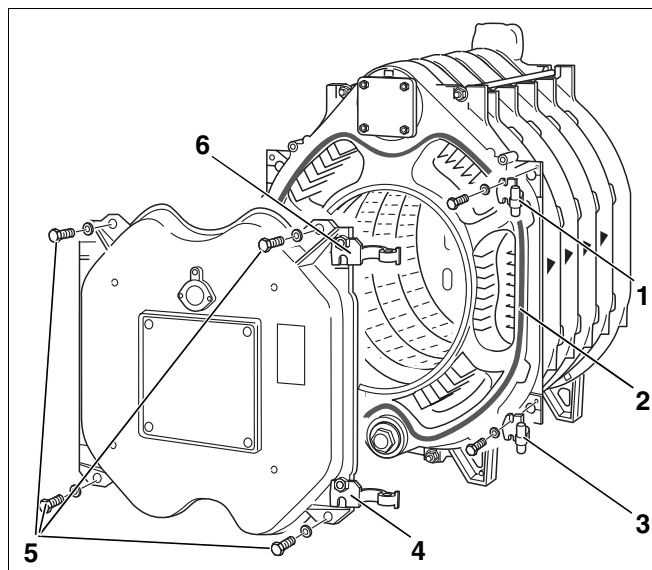

Fig. 26 Festing av brennerdøren
Fra fabrikken er de to hengseløynene (fig. 26, **pos. 4 og 6**) montert på høyre side av brennerdøren. Ved venstrehengsling skal hengseløynene monteres på samme måte på venstre side av brennerdøren
- Skru hengselhakene (fig. 26, **pos. 1 og 3**) fast til forelementet ved hjelp av 2 maskinskruer M 12 x 50 hver. Fig. 26 viser dette ved høyrehengsling. Ved venstrehengsling skal hengselhakene skrues på på samme måte på venstre side.
- Lim GP-snoren Ø 18 mm inn i forelementet med Silastik-lim. Pakningssnoren skjøt skal ligge på siden (fig. 26, **pos. 2**).
- Lukk brennerdøren og lås den med 4 maskinskruer (M16 x 140) (fig. 26, **pos. 5**). Maskinskruene skal trekkes til jevnt og kryssvis.